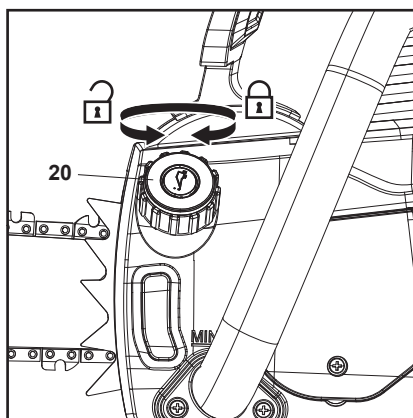

Fig. 9
1. Coloque el producto sobre una superficie estable y nivelada, con el tapón del depósito de aceite (20) hacia arriba. Recomendamos colocar una hoja no inflamable debajo del producto.
2. Desenrosque el tapón del depósito de aceite (20) y apártelo (Fig. 9).